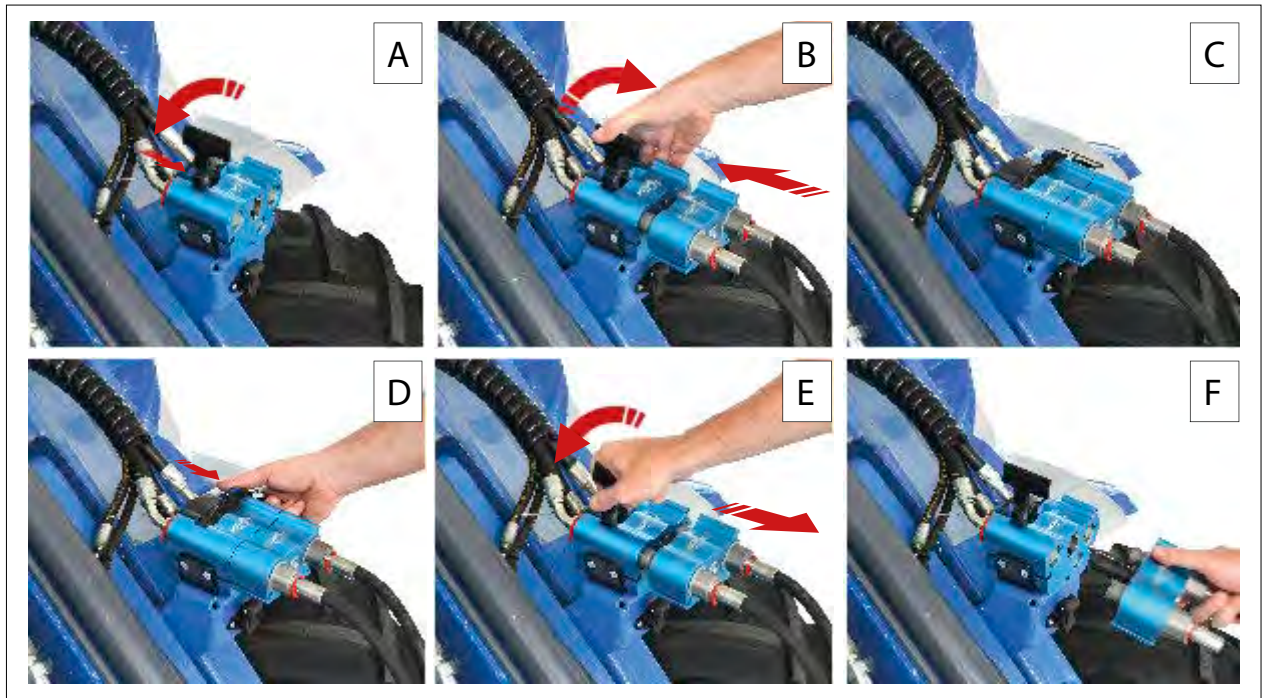

FIG. 29
Før du oprettet hydrauliske forbindelser mellem maskinen og redskabet (FIG. 29) skal du frigive resttrykket i maskinens hydrauliske kredsløb. Dette gøres således:
- 4) Træk låsegrebet (FIG. 29 - Ref. B) nedad, og træk adapterpladen ind i stikket (FIG. 29 - Ref. C).
- 1) Tryk på låseknappen (FIG. 28 - Ref. D) Tryk på låsegrebet og løft låsegrebet til den ulåste position (FIG. 29 - Ref. E).
- 2) Afbryd redskabets hydrauliske slanger fra maskinen (FIG. 29 - Ref. F).